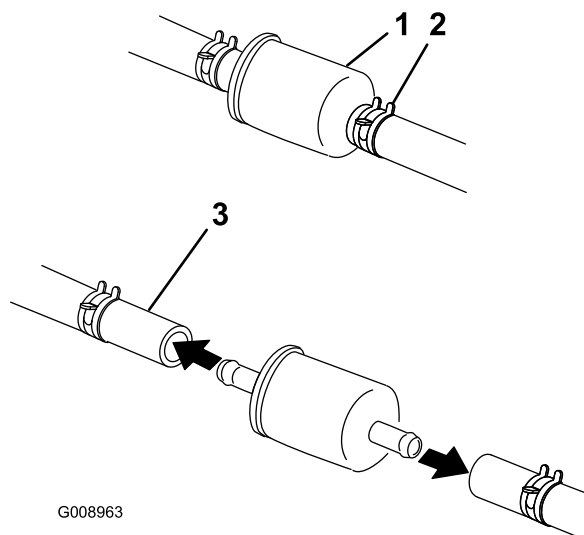

Figura 57
5. Chiudete la valvola di intercettazione del carburante sotto il sedile (Figura 57).
6. Premete le estremità delle fascette stringitubo ed allontanatele dal filtro (Figura 57).
- Montate un nuovo filtro ed avvicinate le fascette stringitubo al filtro (Figura 57).